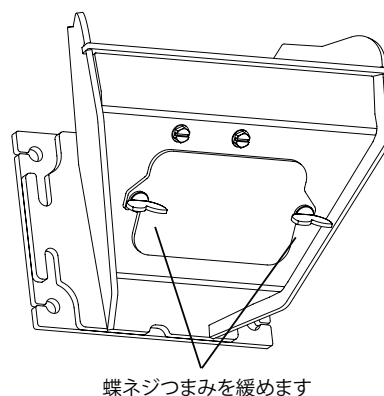

図 11
5. 燃焼ポット清掃口を開け、飛散灰を掃除し、カバーを戻します。(図 11、図 12)